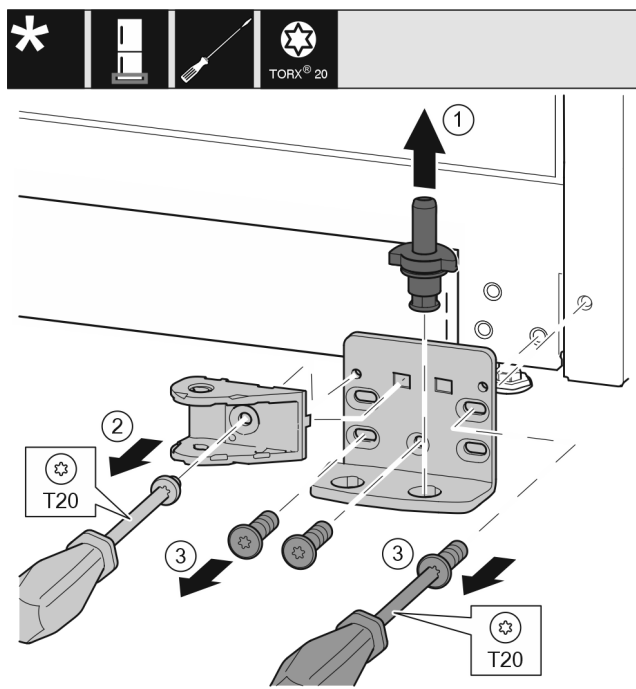

Fig. 22
- Ložiskový čep Fig. 22 (1) celý vytáhněte nahoru.
- Šroubovákem vyšroubujte šrouby Fig. 22 (2) a sejměte spojení tlumiče zavírání.
- Šroubovákem vyšroubujte šrouby Fig. 22 (3) a sejměte stojan ložiska.